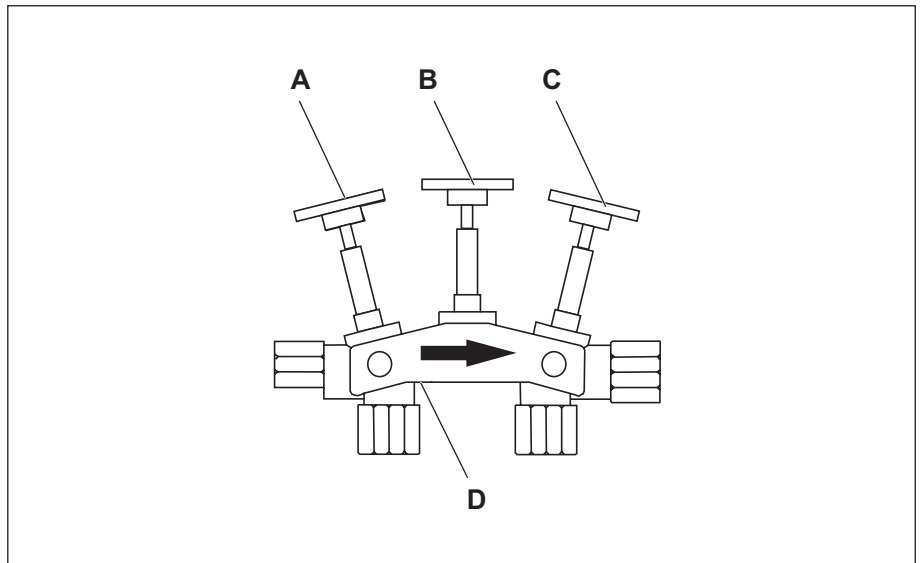

Abb. 4: Ventilpositionen der Verschneidearmatur
- Verschneidearmatur mit der Pfeilspitze in Fließrichtung (Abb. 4) im bauseitigen Rohrleitungssystem installieren.